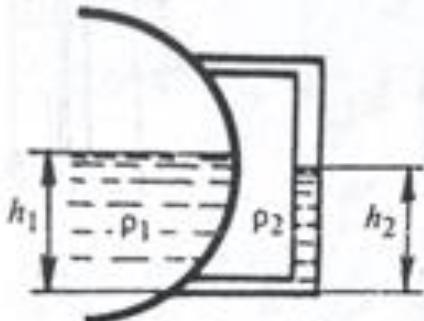

Рис.1
5. Схема какого уровнемера представлена на рис.1
2. На структурной схеме измерения расхода по перепаду давления на СУ (рис.1.) цифрой «2» обозначен: